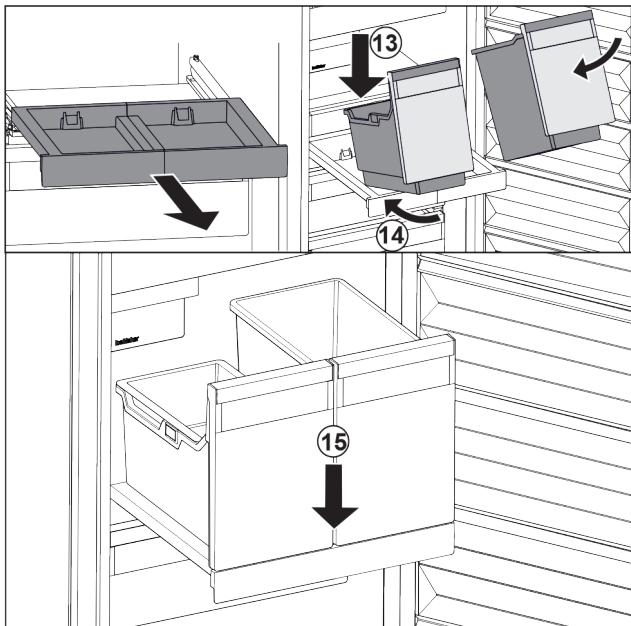

Fig. 86
- ▶ Наклоняя вниз, установите контейнеры на выдвижную панель. Fig. 86 (13)
- ▶ Вставьте контейнеры, наклоняя вниз, назад. Fig. 86 (14)
- ▶ Снимите контейнеры спереди. Fig. 86 (15)